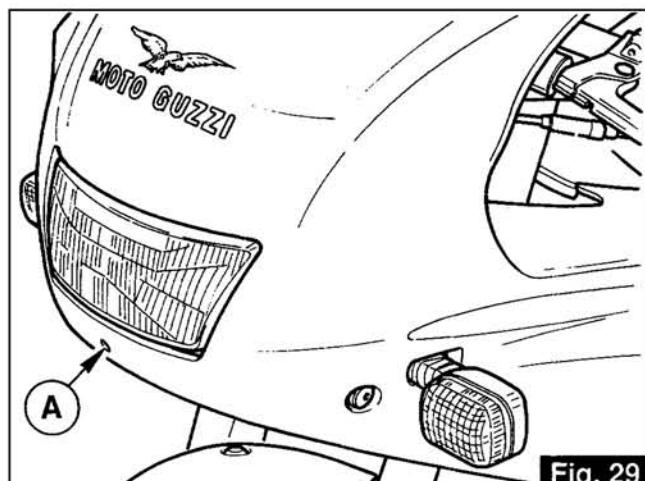

Fig. 29
5.8 RÉGLAGE DU FAISCEAU LUMINEUX DU PHARE AVANT (fig. 29)
5.8 EINSTELLUNG DES SCHEINWERFER-LICHTSTRAHLES (Abb. 29)